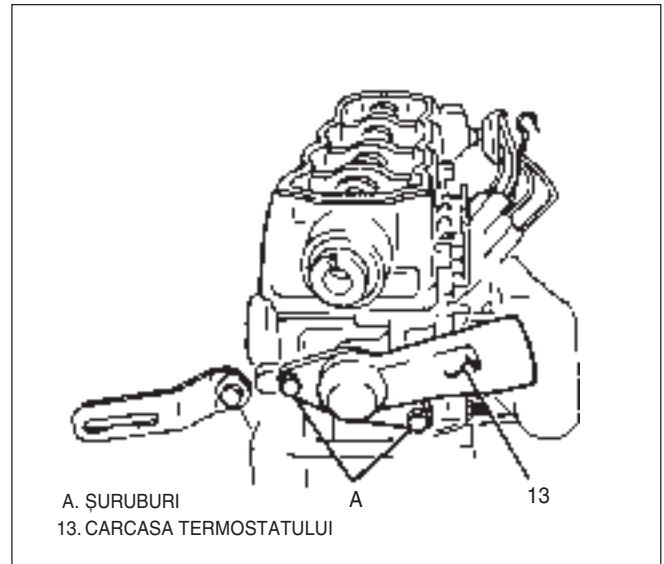

Fig. 8 Carcasa termostatului
- 7) Carcasa termostatului și inelul de etanșare prin demontarea celor două șuruburi (Fig. 8).